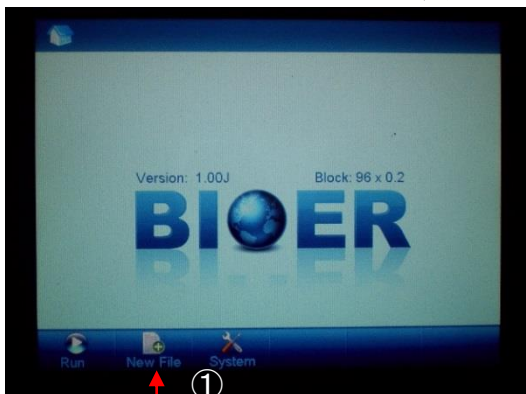

図1
メイン画面が表示されます。(図1)
新規にプログラムを作成する場合は、New File(図1-①)をタッチし、プログラムウィンドウに切り替えます。